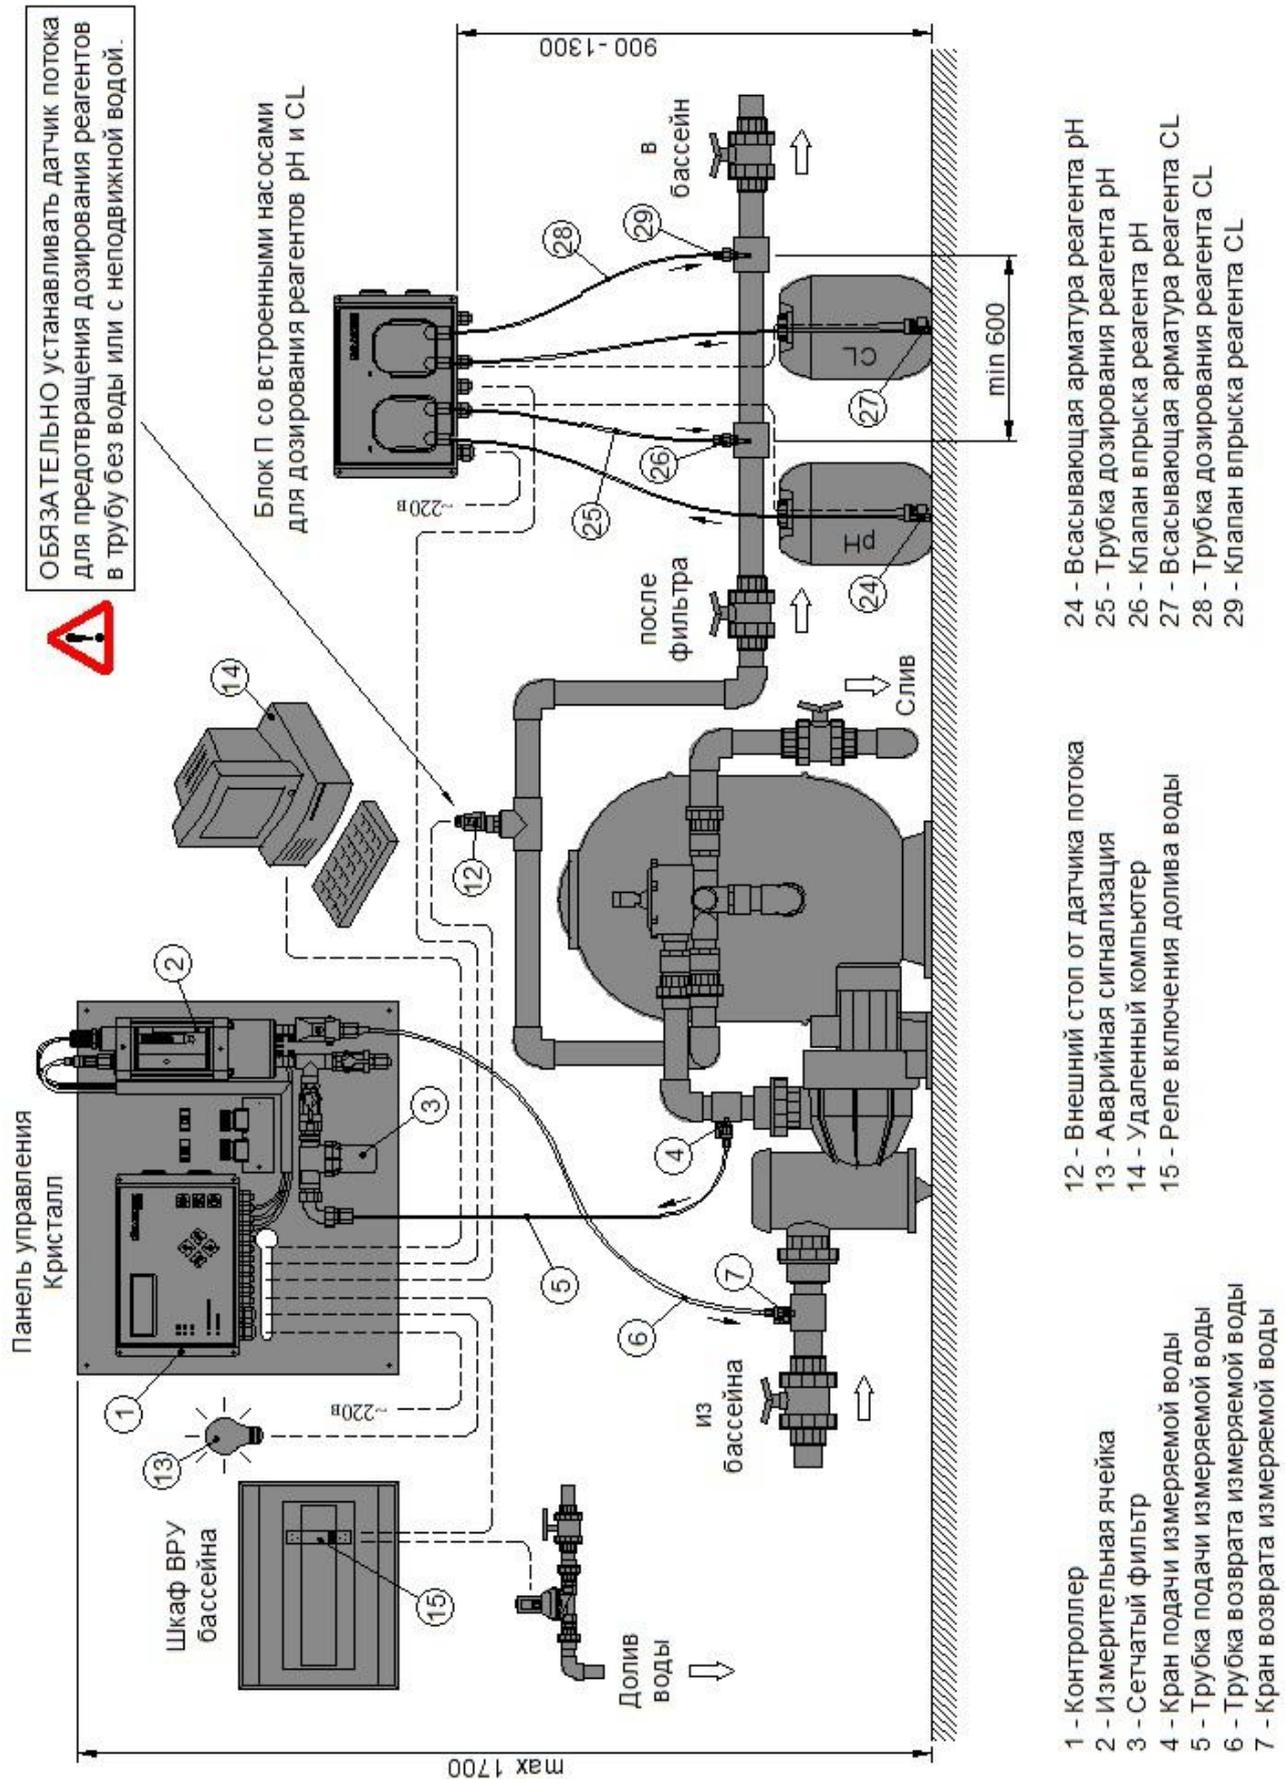

Рис.2-1 Схема размещения оборудования Кристалл П
На рис.2-1 изображен монтаж станции Кристалл П: Rх, рН с отбором воды для измерений из трубопровода фильтрации, а на рис.4.3-1 – электросхема для этого монтажа.
Дозирование реагентов прекращается также при отсутствии потока воды в трубопроводе возврата воды в бассейн после фильтрации. Это необходимо для предотвращения дозирования реагентов в трубу с неподвижной водой или без воды. Для контроля потока воды необходимо установить в трубопровод специальный датчик потока (12), как это показано на рис.2-1. Для повышения точности измерения и дозирования в станции предусмотрена задержка включения дозирующих насосов после появления потока воды в измерительной ячейке или после возобновления фильтрации. Длительность этой задержки устанавливает Покупатель в настройках контроллера.
Дозирование реагентов может также прекращаться при включении долива воды в бассейн, если для этого долива используется электромагнитный клапан. В этом случае управление доливом рекомендуется производить через контактор (15), в котором через одну пару контактов подаётся питание к электромагнитному клапану долива воды, а через другую пару контактов в контроллер подается сигнал о включении долива (как это показано на рис.2-1, 4.3-1). Если нет необходимости или возможности блокировать дозирование реагентов при включении долива воды, то необходимо установить перемычку на клеммы «Долив» внутри контроллера (см. подробнее п.4.3.1).
В домашних бассейнах, на которые требования упомянутого ГОСТ не распространяются, допускается отбирать воду для измерений из трубопровода циркуляционного водообмена (фильтрации), как это показано на рис.2-1 настоящего Руководства. Однако, используя это решение, следует знать, что значения измеряемых показателей воды из ванны бассейна и из трубопровода фильтрации не обязательно будут одинаковыми.
Панель управления станции устанавливается на стену технического помещения бассейна, как это показано на рис.2-1 настоящего Руководства.
Место для установки Панели управления надо выбирать с таким расчётом, чтобы трасса подачи измеряемой воды от точки отбора до измерительной ячейки была по длине не более 4 метров. Если вода для измерений отбирается из трубопровода фильтрации (как это показано на рис.2-1), то отсчёт длины вести от крана подачи измеряемой воды (поз.4 на рис.2-1). Если вода для измерений отбирается непосредственно из ванны бассейна, то отсчёт длины вести от водозабора, установленного в стену ванны бассейна.
Панель управления рекомендуется устанавливать не выше 1700 мм от пола (на уровне глаз), как это показано на рис.2-1, при этом над панелью должно оставаться не менее 200 мм свободного пространства для удобства установки/замены измерительных электродов в измерительной ячейке.
Блок П для дозирования рН и СL устанавливается на стену технического помещения бассейна, как это показано на рис.2-1 и 4.2-2 настоящего Руководства.
Место для установки Блока П рекомендуется выбрать вблизи клапанов впрыска реагентов рН и СL, чтобы минимизировать длину трубок дозирования реагентов (поз.25 и 28 на рис.2-1).
Блок П устанавливать не выше 1300 мм от пола, чтобы уменьшить высоту подъёма реагента из расходной канистры к насосу и обеспечить свободное, без натяжения, подключение к Блоку П трубок и кабелей всасывающей арматуры (поз.24 и 27 на рис.2-1). При этом справа от Блока П
Кран подачи измеряемой воды устанавливается на напорный трубопровод насоса фильтрации (как это показано на рис.2-1, поз.4) или на напорный трубопровод специального насоса для измеряемой воды
Место для установки крана надо выбирать с таким расчётом, чтобы трасса подачи измеряемой воды от точки отбора до измерительной ячейки была по длине не более 4 метров. Если вода для измерений отбирается из трубопровода фильтрации (как это показано на рис.2-1), то отсчёт длины вести от устанавливаемого крана (поз.4 на рис.2-1).
Кран возврата измеряемой воды устанавливается на всасывающий трубопровод насоса фильтрации (как это показано на рис.2-1, поз.7) или на всасывающий трубопровод специального насоса для измеряемой воды.
Если кран устанавливается на горизонтальном участке трубопровода, то резьбовое отверстие G 1/4” для установки крана должно быть обращено вверх. Если толщина стенки трубопровода в месте установки крана меньше 5 мм, то эту толщину следует увеличить, установив на трубопровод соединительную муфту, как это показано на рис.2-1 и 4.2-4.
добавлялся реагент рН и лишь затем – реагент СL. Расстояние между клапанами должно быть не менее 600 мм, как это показано на рис.2-1, поз.26 и 29.
Если клапаны устанавливаются на горизонтальном участке трубопровода, то резьбовые отверстия G 1/2" для их установки должны быть обращены вверх. Если толщина стенки трубопровода в местах установки клапанов меньше 5 мм, то эту толщину следует увеличить, установив на трубопровод соединительную муфту, как это показано на рис.2-1 и 4.2-5.